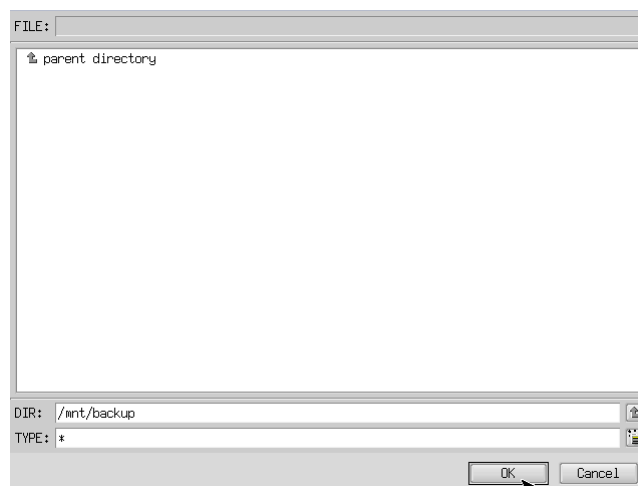

図 6-2-5. フォルダ参照画面
- ⑨ フォルダ参照画面（図 6-2-5）が表示されます。②で接続したパーティションは、/mnt にマウントされるので、/mnt 以下のフォルダを選択してください。[OK]を押すとフォルダ選択画面にもどります。